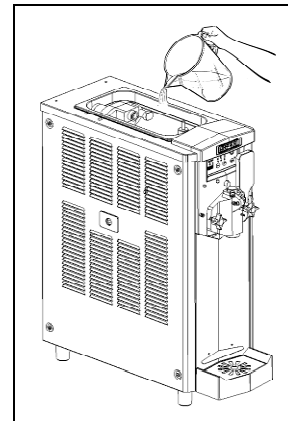

Fig. 14
- Une fois la machine complètement vidée, remplir le bac supérieur d'eau chaude (fig.14) et attendre quelques minutes.